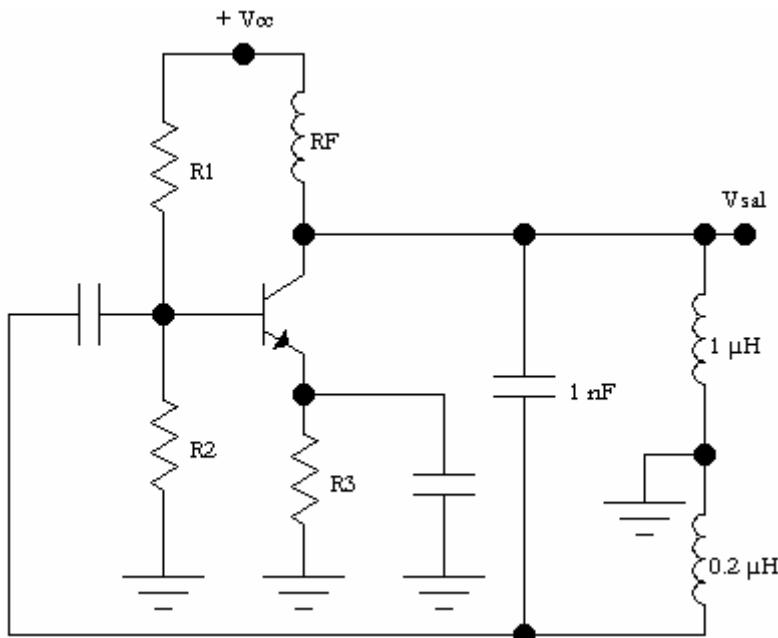

Figura 5
- Calcule las siguientes cantidades para el oscilador Hartley de la figura 5.